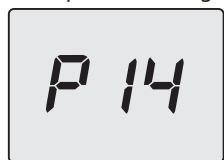

Figura 5.36
- Scorrere i vari parametri utilizzando i tasti 14 (indietro) o 16 (avanti) fino a far apparire sul display LCD le lettere **P14** che si alternano con il valore del parametro (Figura 5.36).